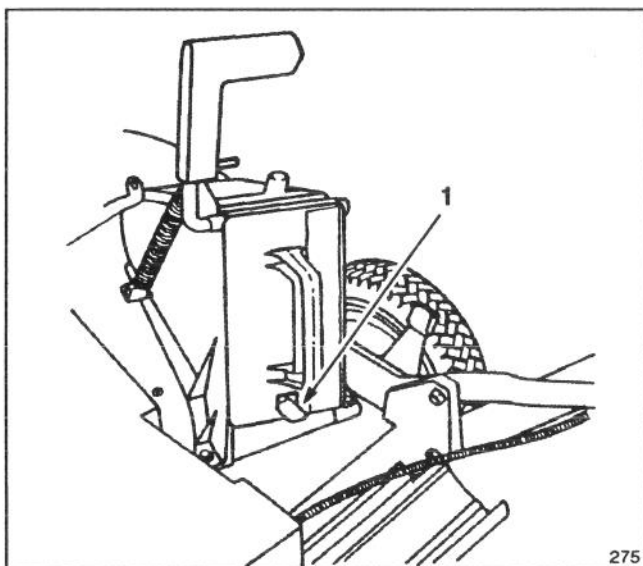

Abb. 11
3. Schieben Sie den Mulchstöpsel ganz hinein, bis die federnde Klemme am unteren Ende einrastet, wodurch der Mulchstöpsel im Auswurftrunnels fest verankert wird (Abb. 11). Lassen Sie den Griff der Auswurfür los, um das obere Ende vom Mulchstöpsel zu verankern.